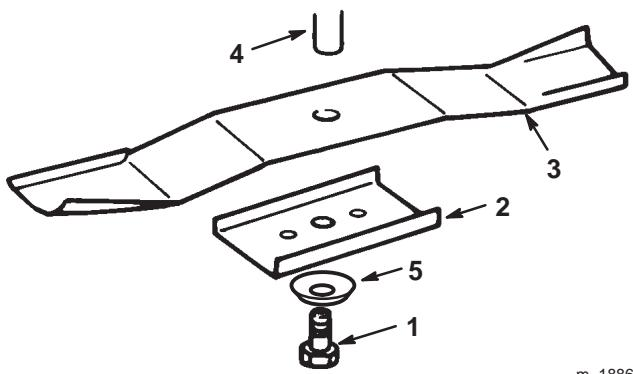

Figure 34
3. Togliete il bullone (chiave da 5/8"), la rondella curva, il fermo e la lama (Fig. 34). In sede di rimozione del bullone, per bloccare la lama è possibile posizionare un blocco di legno tra la lama ed il tosaerba.
1. Installate la lama, il fermo, la rondella curva (lato concavo verso la lama) ed il bullone della lama (Fig. 34).